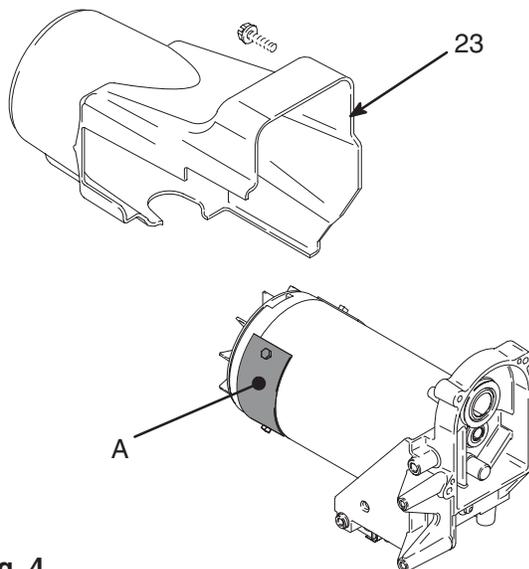

Fig. 4
4. Fig. 4. Enlever le capotage du moteur (23) et les trappes de visite (A).
3. Fig. 4. Enlever le capotage moteur (23) et les deux trappes de visite (A).